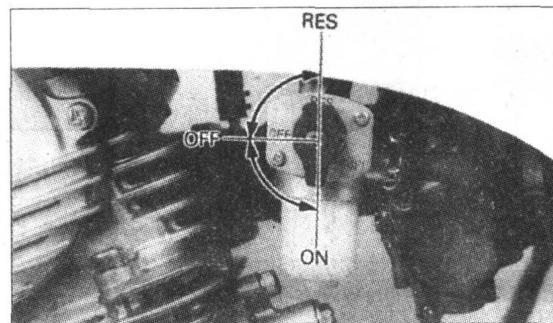

图 1-11
8. 油箱开关见图 1-11。“ON”为打开位置, “OFF”为关闭位置, “RES”为备用位置。